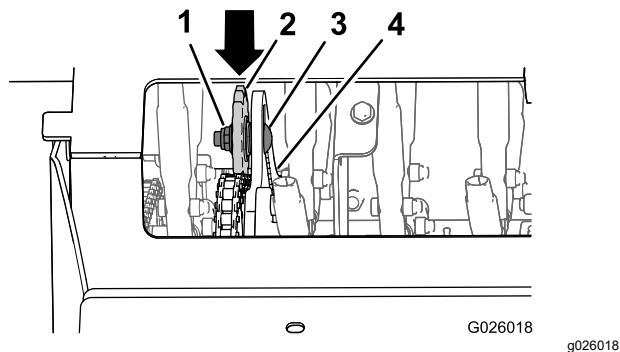

Figure 61
4. Desserrez le contre-écrou et le boulon de carrosserie qui fixent le pignon de tension (Figure 61).
- Poussez le pignon vers le bas et l'avant pour augmenter la tension de la chaîne, comme montré à la Figure 61.